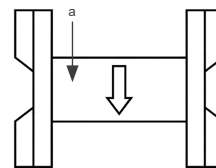

Figura 8.2: Reparar o nylon no carretel
- Pegue uma das extremidades do novo fio e encaixe no furo (a) conforme Figura 8.2.